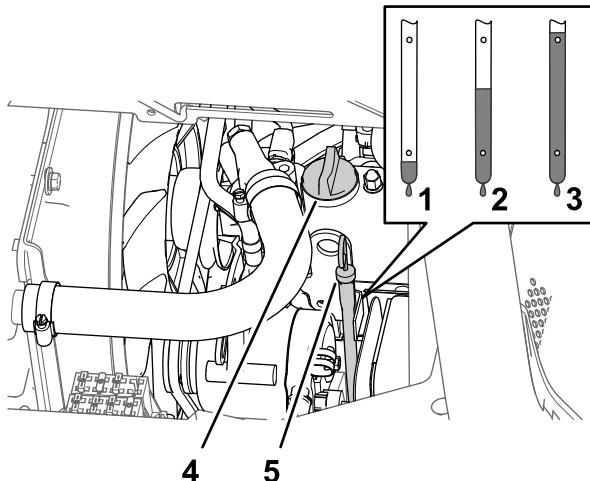

図 66
- 助手席の下にあるディップスティックを抜き、ウェスで一度きれいに拭く(図66)。
- オイルの量が不足している場合は、バルブカバーについている補給口のキャップ図66を取り、ディップスティックの FULL マークまで、補給管からオイルを補給する。
- キャップを取り付ける図66。
- ディップスティックをしっかり差し込んで終了図66。